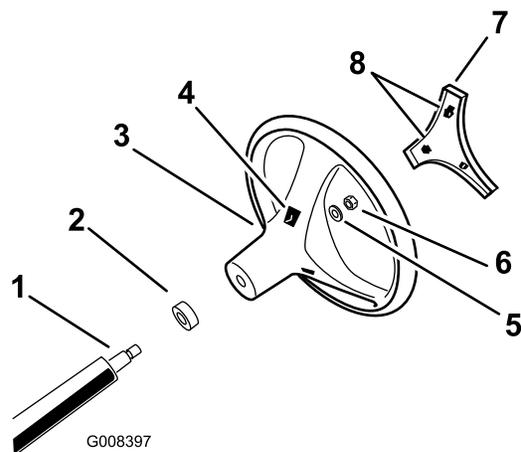

Figura 3
1. Através das aberturas na parte traseira do volante, liberte as patilhas de bloqueio da cobertura central e retire a cobertura do volante (Figura 3).
2. Retire a porca de bloqueio e a anilha do eixo de direção (Figura 3).
3. Alinhe o volante com o eixo da direção (Figura 3).
4. Monte a anilha e porca de bloqueio do eixo da direção (Figura 3).
6. Alinhe as patilhas de bloqueio da cobertura central com as aberturas no volante e pressione a cobertura contra o volante até que as patilhas encaixem no sítio (Figura 3).